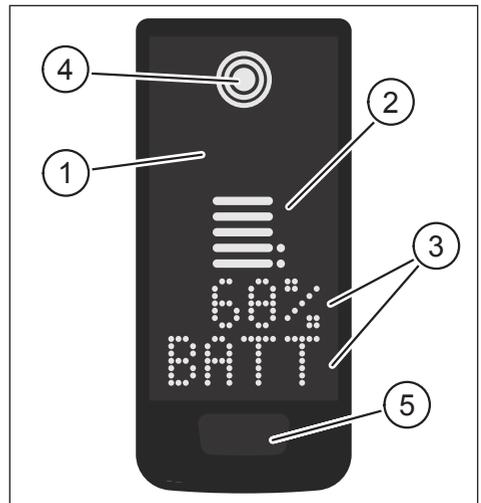
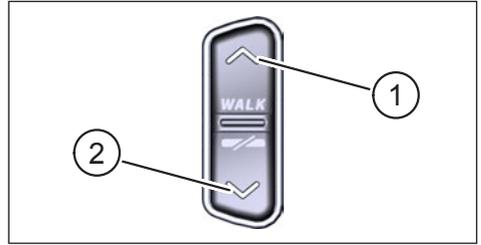

Abb. 1: Bedienung und Anzeige der Komponenten auf dem Display
Abb. 2: Bedienelemente an der Remote
| Pos. inAbb. 1 | Beschreibung |
| Pos. in Abb. 2 | Beschreibung |
- ▶ Halten Sie die Bedientaste auf dem Display (Pos. 5 in Abb. 1) und die DOWN-Taste auf der Remote (Pos. 2 in Abb. 2) mindestens 5 Sekunden lang gedrückt.
- ▶ Mit einem **Doppelklick** auf die Bedientaste auf dem Display (Pos. 5 in Abb. 1) wechseln Sie zur nächsten Bildschirmansicht.
- Drücken Sie die UNTEN-Taste auf der Remote Steuerung (Pos. 2 in Abb. 2).